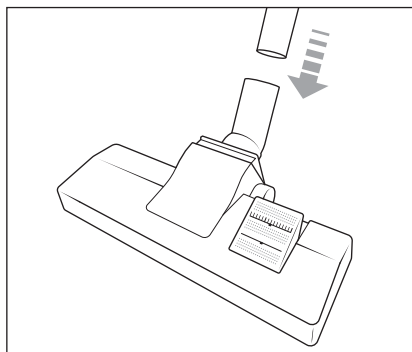

Fig. 2
- 2) Infilare il tubo di aspirazione telescopico 16 nella spazzola per pavimenti 14 finché non s'innesta saldamente nella spazzola per pavimenti 14 (vedere fig. 2).